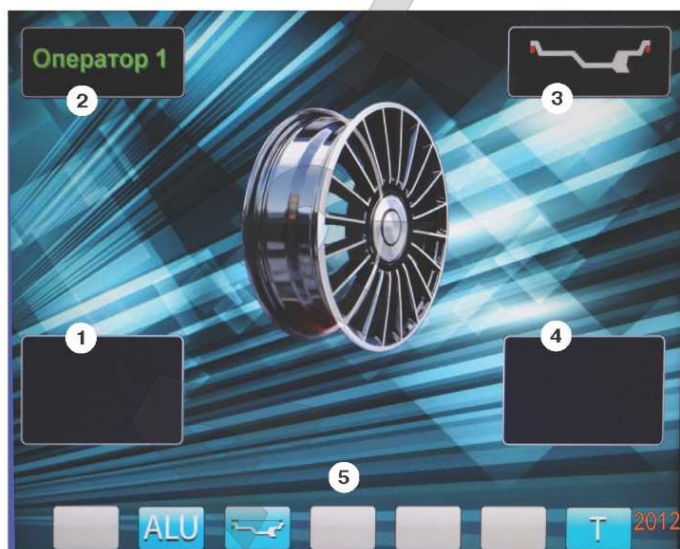

рис.8.2.
8.3. После включения питания СБ на экране монитора отображается фирменная заставка, которая через несколько секунд сменяется отображением экрана основного рабочего режима (рис. 8.2).
Если после введения размеров колеса установился экран ввода геометрических параметров, необходимо перейти в экран основного рабочего режима нажатием кнопки «STOP». Для выбора нужной схемы нажмите кнопку верхнего ряда клавиатуры с соответствующим номером. Выбранная схема установки грузов отображается в окне 3 экрана основного рабочего режима (рис. 8.2).
случае в окнах 1 и 4 (рис. 8.2) высвечиваются «ОК». Минимальный дисбаланс, отображающийся в окнах 1 и 4, равен 5г. Дисбаланс, превышающий 5г, округляется до величины кратной 5, т. е. дисбаланс 9, 10, 11 и 12 г отображается цифрой 10, дисбаланс 13, 14, 15, 16 и 17 г - цифрой 15 и т. д. Для просмотра неокругленного значения дисбаланса или дисбаланса менее 8г. необходимо нажать кнопку «<<», при этом в окнах 1 и 4 на 2-3 сек высвечиваются фактические значения дисбаланса, определенные в данном запуске.
12.3.4. Для проверки результатов балансировки снова запустите СБ. Если колесо отбалансировано правильно, на индикаторах 1 и 4 (рис. 8.2.) отображаются символы «ОК».